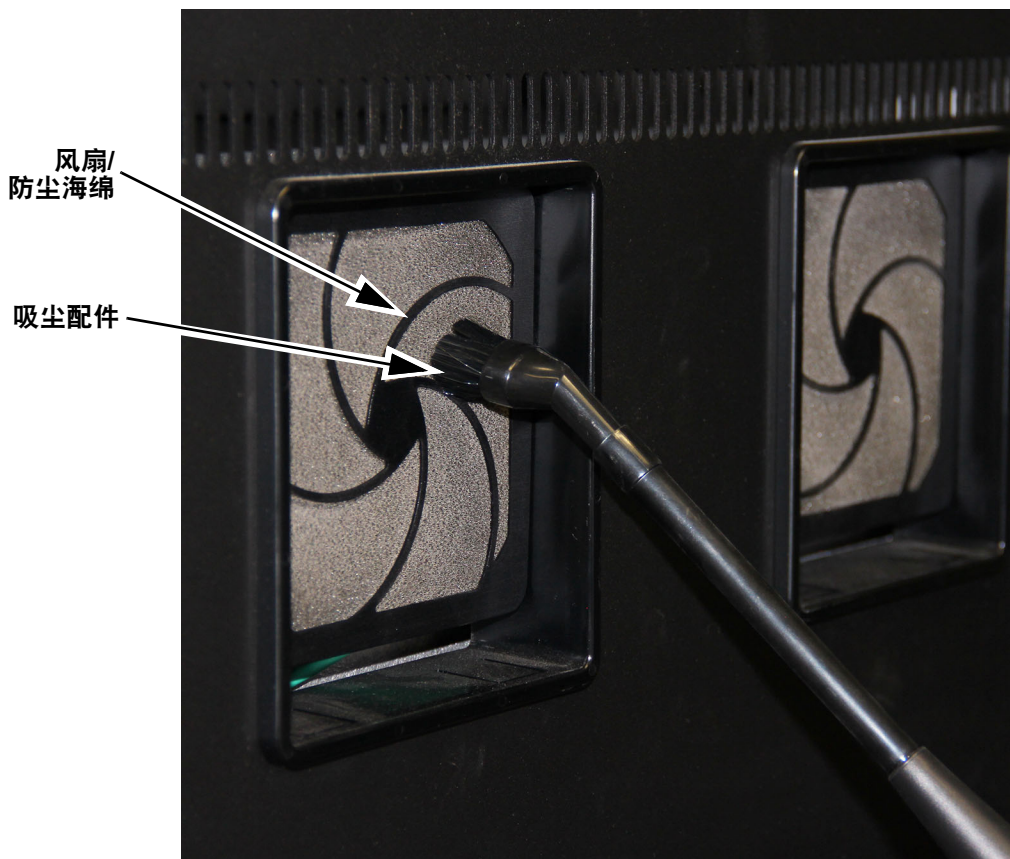

图 9-22. 吸尘清洁后风扇防尘海绵
2. 用真空吸尘器的刷头或窄缝吸头在每个防尘海绵上轻轻刷。请参见图 9-22。